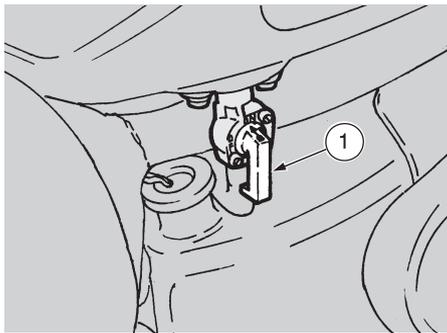

Fig. 21
DEMARRAGE (Fig. 21 ÷ 24)
- ◆ Placer en position "ON" le levier du robinet du carburant (1 - Fig. 21).